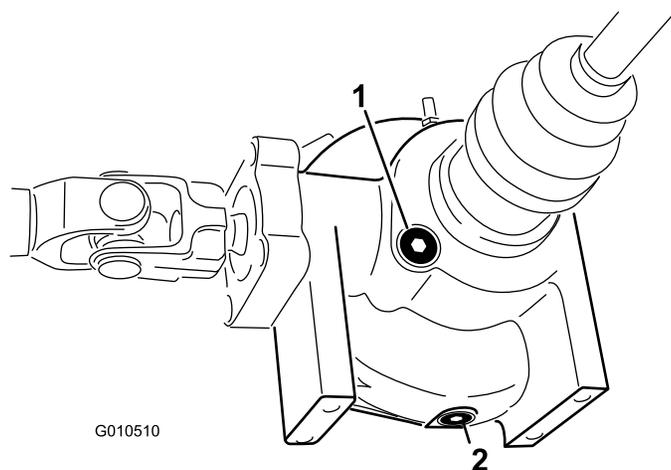

図 51
2. デファレンシャル側面にあるドレンプラグの周辺をウェスできれいにぬぐう 図 51。